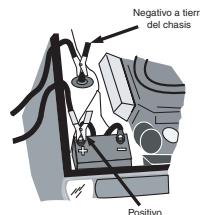
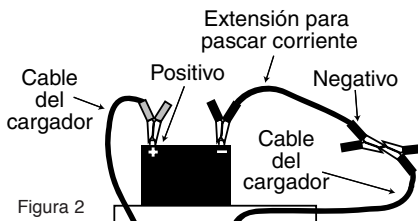

Figura 1
Figura 2
4. Determine cuál de los bornes de la batería está conectado a tierra en el chasis. Si el borne negativo está conectado al chasis (como en la mayoría de los vehículos), vea la figura 1 y el paso 5 a. Si el borne positivo está conectado al chasis, vea la figura 2 y el paso 5 b.